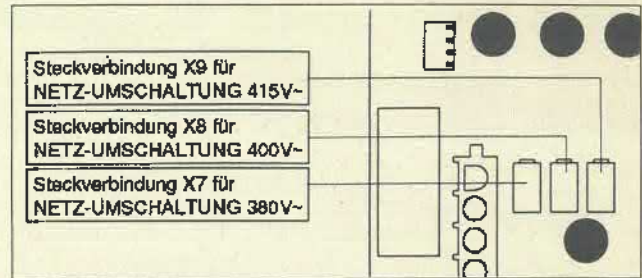

Abb. 5 Netzumschaltung 3x380V / 400V / 415V~ am Netzteilprint PONT U
Die Transtig 200 kann serienmäßig mit einer Netzspannung von 3x380V/400V oder 415V~ betrieben werden, sofern der Netzteilprint (Pont U) auf den, für die anliegende Betriebsspannung richtigen Wert geschaltet ist (Abb. 5). Gelb-grüner Leiter = Schutzleiter (PE). Übrige Leiter L₁, L₂, L₃ sind an drei Phasen des Netzsteckers angeschlossen. Phasenfolge ist nicht zu beachten. Seit Einführung der Euro Norm IEC 38 (gültig ab Mai 1997), ist die Netzspannung europaweit mit 400V definiert.